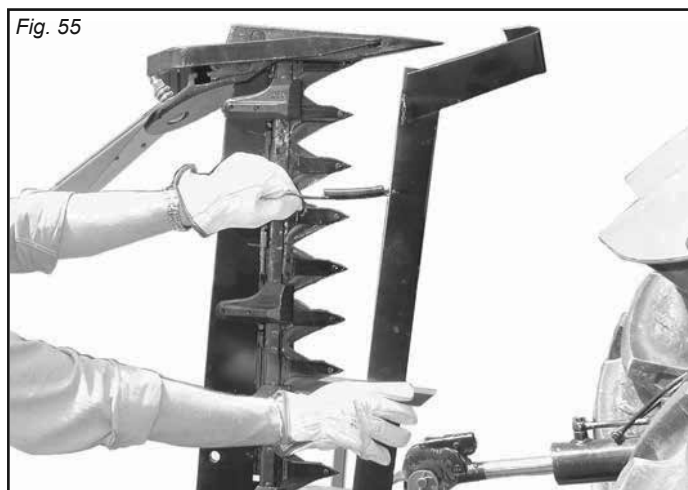

Fig. 55
- Cubra las hojas de corte y el surcador exterior con las protecciones respectivas (Fig. 55);